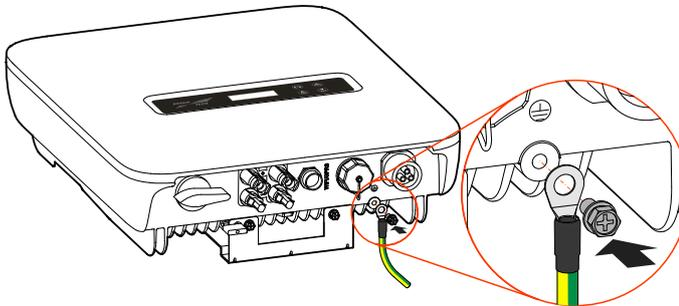

Figura 3-15 Conexión del cable de tierra externo
- Paso 2 Conecte el cable de conexión a tierra prensado al terminal de conexión a tierra externo, como se muestra en la Figura 3-15.